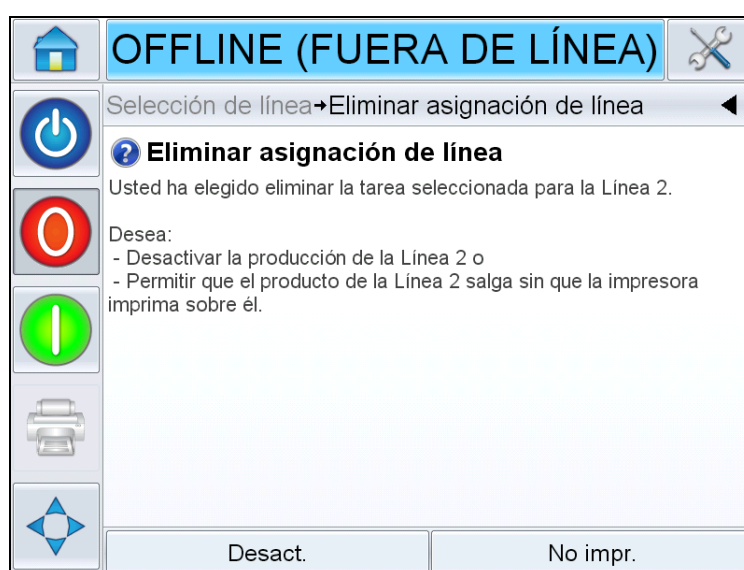

Figura 6-19: Eliminar asignación de línea
- b. Aparece la página *Eliminar asignación de línea* con las siguientes posibilidades de elección (consulte la Figura 6-19):